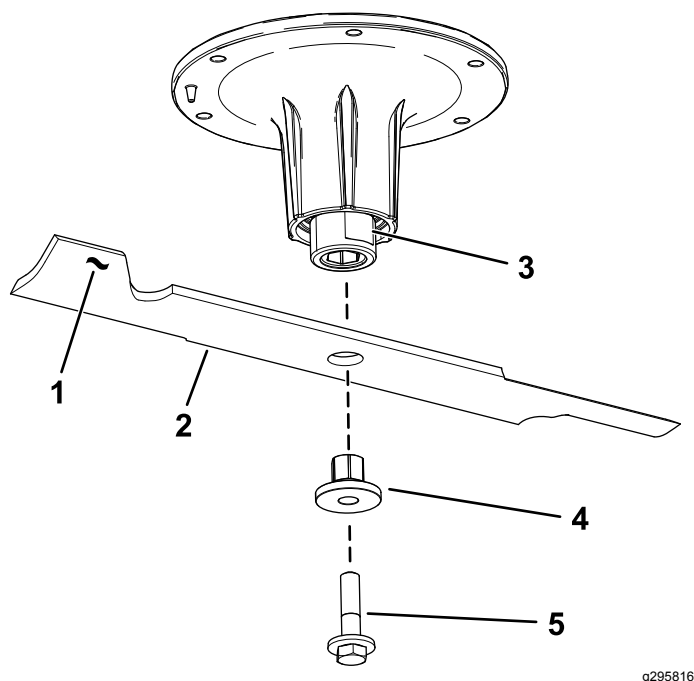

Figura 94
2. Retire el perno de la cuchilla, el casquillo y la cuchilla del eje (**Figura 94**).